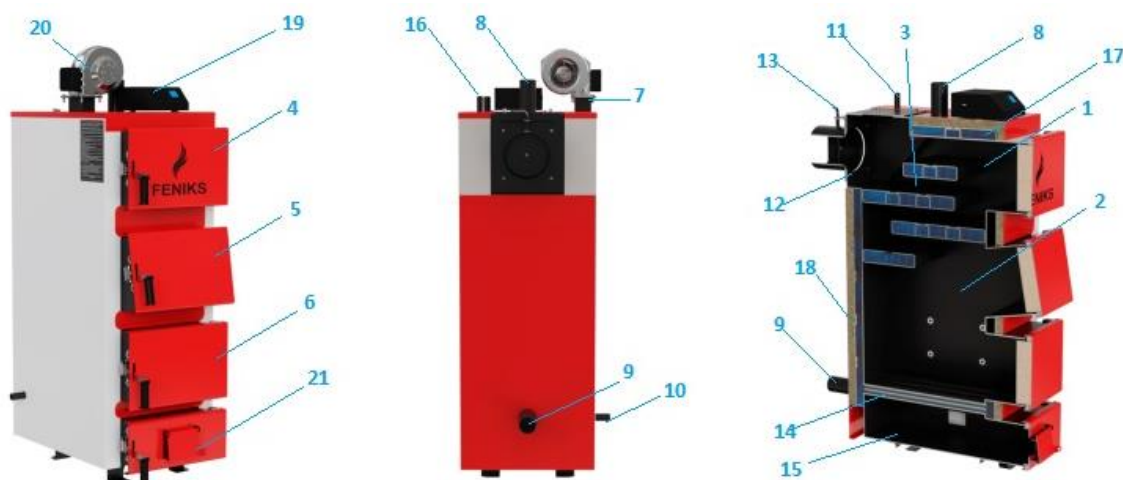

Рисунок 2 – Зовнішній вигляд та основні елементи котла
Конструктивно котел являє собою збірно-зварену конструкцію, що складається з корпуса (поз. 1, рис. 2) з камерою згоряння (топкою) (поз. 2, рис. 2). Конвекційна частина котла складається з багатоходового теплообмінника (поз. 3, рис. 2) комбінованого типу – чотирьох горизонтальних полиць. Теплообмінник розташований безпосередньо над топкою.
Корпус котла виконаний в формі паралелепіпеду з подвійними стінками, які розділені водними перегородками (поз. 17, рис. 2). На зовнішній поверхні корпуса під декоративною обшивкою закріплена теплова ізоляція. (поз. 18, рис. 2).
Паливо для процесу спалення завантажується на колосникові ґрати (поз. 14, рис. 2) крізь завантажувальні дверцята (поз. 5, рис. 2). Колосникові ґрати виконані з товстостінних безшовних труб по яких постійно циркулює вода з водяної оболонки котла. Згоряння палива в топці відбувається за участю повітря, яке постачається під колосникові ґрати припливним вентилятором (поз. 20, рис. 2). Кількість повітря, необхідного для процесу згоряння, регулюється автоматично блоком автоматики управління (поз. 19, рис. 2), або за допомогою терморегулятора.
Підведення і відведення теплоносія здійснюється відповідно через патрубки зворотної мережної води (поз. 9, рис. 2) і прямої мережної води (поз. 8, рис. 2).
Топочні гази виходять у димохід крізь боров (поз. 12, рис. 2), розташований у задній частині котла. Боров обладнано вбудованим дросельним клапаном продуктів згоряння – шибером (поз. 13, рис. 2). У випадку надто високої тяги у димоході шибер дає можливість її знизити шляхом часткового перекривання вихідного отвору борова.
Зола, яка утворюється в процесі згоряння палива, зсипається в нижню частину корпуса котла – зольник (поз. 15, рис. 2).
- з вентилятор та блоком автоматичного управління – припливним вентилятором (поз. 20, рис. 2) під колосникові ґрати по каналу подачі повітря. Кількість повітря, необхідного для процесу згоряння, регулюється автоматично контролером (поз. 19, рис. 2).
У верхній частині корпуса котла розташований штуцер для встановлення запобіжного клапана або групи безпеки котла (поз. 11, рис. 2).
Для можливості встановлення вентилятора зверху корпуса котла ,передбачений отвір, який заглушено кришкою (поз. 7, рис. 2).
Ревізійний дверцята (поз. 6, рис. 2), що розташовані на передній стінці котла, необхідні для періодичного чищення колосникових ґрат, а також для можливості спорожнення – зольника. В серії «plus» мають отвір з кріпленням для пелетної горілки.
Для можливості періодичного обслуговування (чищення) теплообмінника передбачені дверцята у верхній частині котла (поз. 4, рис. 2).
Регулятор тяги необхідно приєднати до патрубку з внутрішньою різьбою, який знаходиться у верхній частині корпусу (рис. 2). Різьбове з'єднання при цьому потрібно ущільнити. Регулятор повернути таким чином, щоб наконечник для закріплення шестигранного важеля (з комплекту регулятора) був направлений вправо.